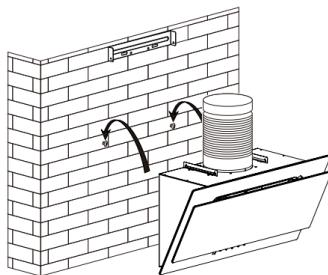

Рис.4
- Повесьте вытяжку на стену, отрегулируйте её положение и зафиксируйте двумя страховочными винтами ST 4x30. См. Рис. 4.